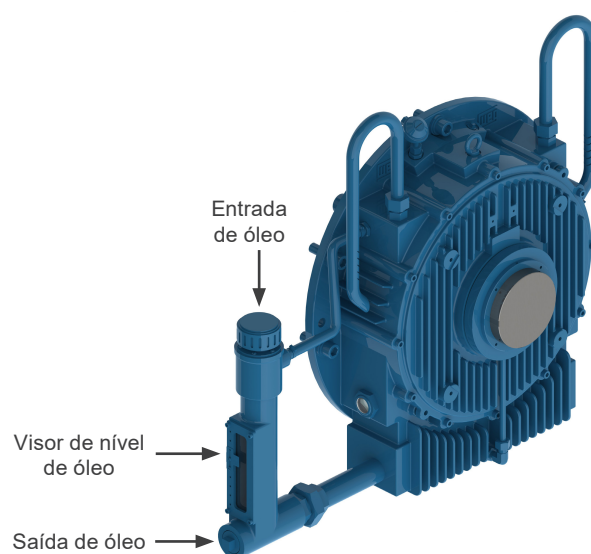

Figura 8.2: Mancal horizontal de rolamento lubrificado a óleo
- Drenar o óleo através do dreno localizado na parte inferior da carcaça do mancal (conforme Figura 8.2 na página 225).